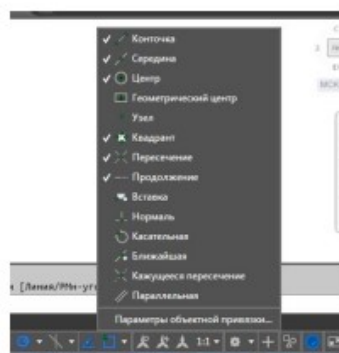
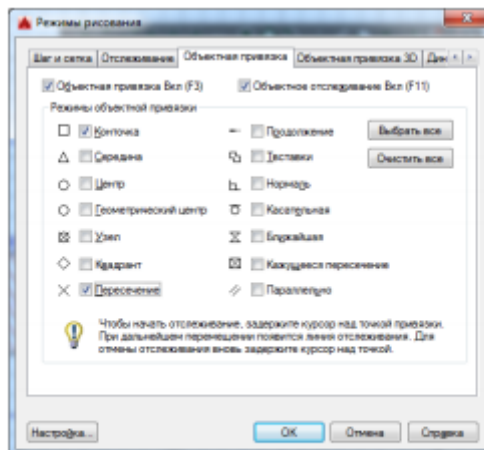

Рис. 2.
Рис.3.
Постоянные привязки (такие, которые действуют на протяжении всей работы с файлом) устанавливаются после включения кнопки в строке состояния (рис.2).
Также постоянные режимы объектной привязки можно задать через диалоговое окно установки (рис.3), где в нужных окошках выставляются флажки. Оно вызывается из строки состояния (рис.2) Параметры объектной привязки. Постоянными удобно иметь привязки "Конечная точка" и "Пересечение".
8. Если Вы хотите, чтобы панель временных объектных привязок присутствовала на рабочем столе AutoCADa, вызовите из меню Сервис ⇒ Панели инструментов ⇒ AutoCAD ⇒ Объектная привязка (рис.3).
11.Установите постоянную объектную привязку "Конточка". Для этого в окне "Режимы рисования" (рис. 3) поставьте флажок в окошке "Конточка".